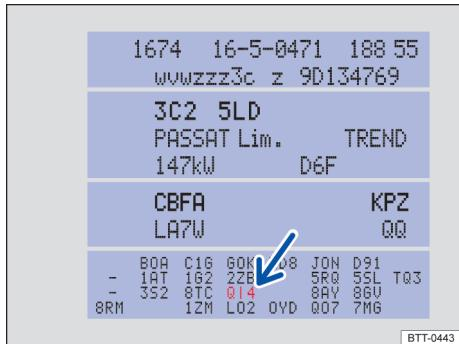

Fig. 196 Etiqueta de dados do veículo com número PR do serviço correspondente (representação esquemática).
- Consulte o número PR que aparece na etiqueta de dados do veículo → Fig. 196 (seta)